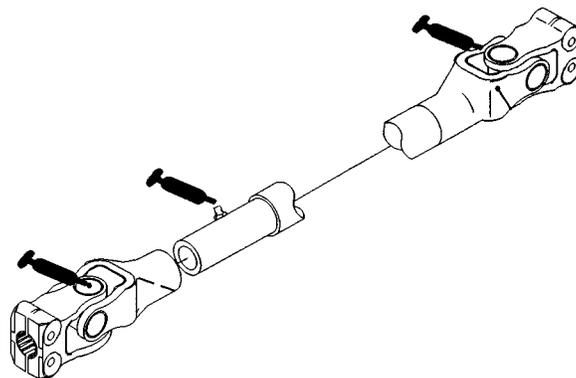

Fig. 15
Solo modelli a trazione su 4 ruote—Giunti universali del cilindro di sterzo (2), tirante dell'assale posteriore (2), perno dell'assale posteriore (1), giunti cardanici doppi (2 per lato) (Fig. 14), ed albero motore posteriore (3) (Fig. 15).